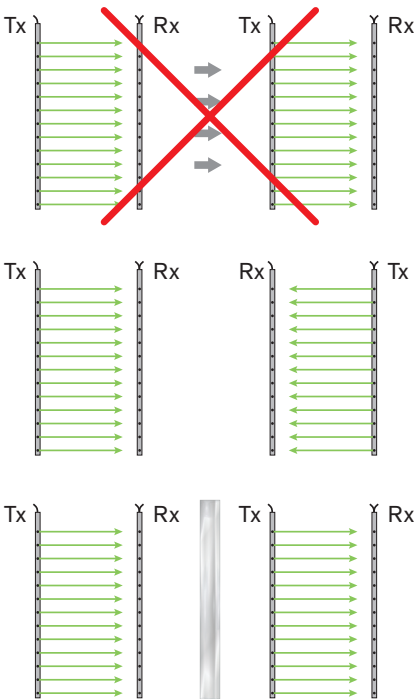

Figura 6: Disposición de varias barreras fotoeléctricas
- ▶ para el uso de varias barreras fotoeléctricas próximas entre sí, no puede llegar ninguna luz de emisión a un receptor de otro sistema. Es posible que las barreras fotoeléctricas se influyan entre sí. Por esta razón, en los ascensores de carga longitudinal el perfil emisor y el perfil receptor de los dos accesos deberán disponerse de forma recíproca (figura 6).